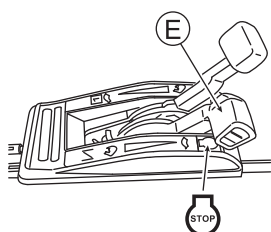

Fig. 20
6. Pour interrompre la tonte à mi-chemin ou pour finir la tonte, remettez le levier d'embrayage (B) et le levier d'embrayage de la lame (C) en position initiale, puis placez la manette des gaz (E) en position "STOP" pour arrêter le moteur. (Voir Fig. 20)